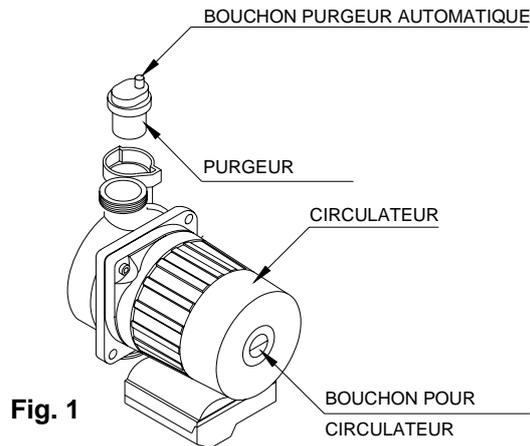

Fig. 1
- contrôler si le bouchon du purgeur est légèrement desserré pour dégager l'air de l'installation (voir fig. 1).
- positionner la poignée sur la position HIVER ❄ (voir fig. 1 page 11), après quelques secondes le circulateur se mettra en marche;